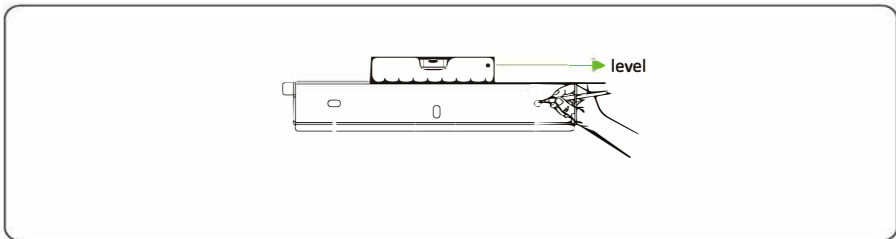

Figura 4.11: Marque as posições dos furos usando um marcador.
**Passo 3:** Nivele as posições dos furos usando um nível e marque as posições dos furos com um marcador (conforme mostrado na Figura 4.11).